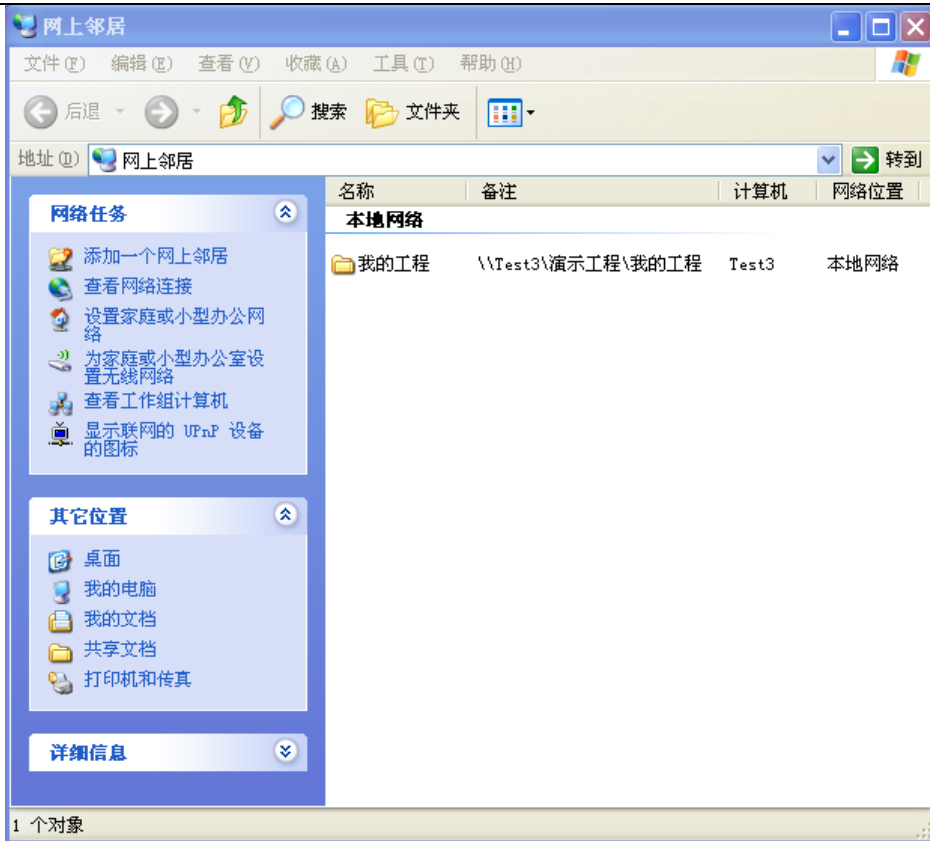

图 12-8 网上邻居中的显示
2、在 Web 服务器中建立数据服务器的远程站点。由于在本例中，我们要让数据服务器与 Web 服务器工程在同一台计算机上，所以我们需要将数据服务器的工程添加到网上邻居中。添加成功后，在网络邻居中显示如图 12-8。